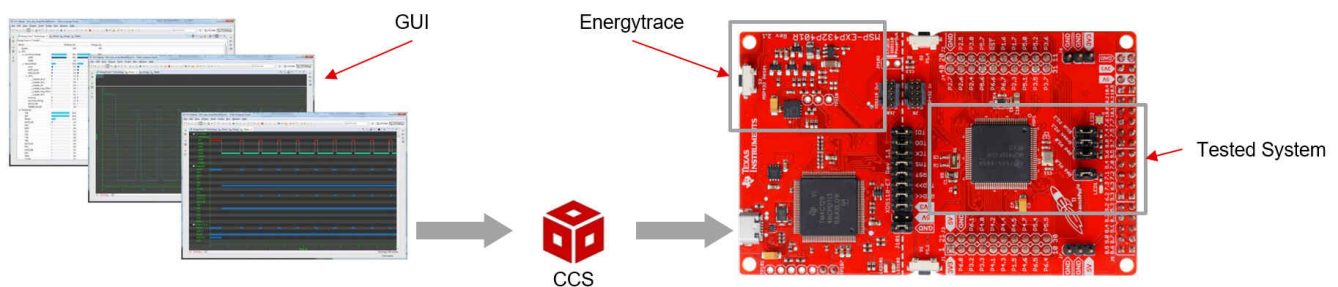

图 4-1. EnergyTrace 技术工作流程
**EnergyTrace™** 技术是一种功率分析仪硬件工具，用于检测与 **Code Composer Studio IDE (CCS)** 配合使用时的平均功耗。它通过每个 **MSPM0 LaunchPad™** 开发套件上 **XDS110** 调试探针中的 **USB** 批量端点导出。工作系统如图 4-1 所示。